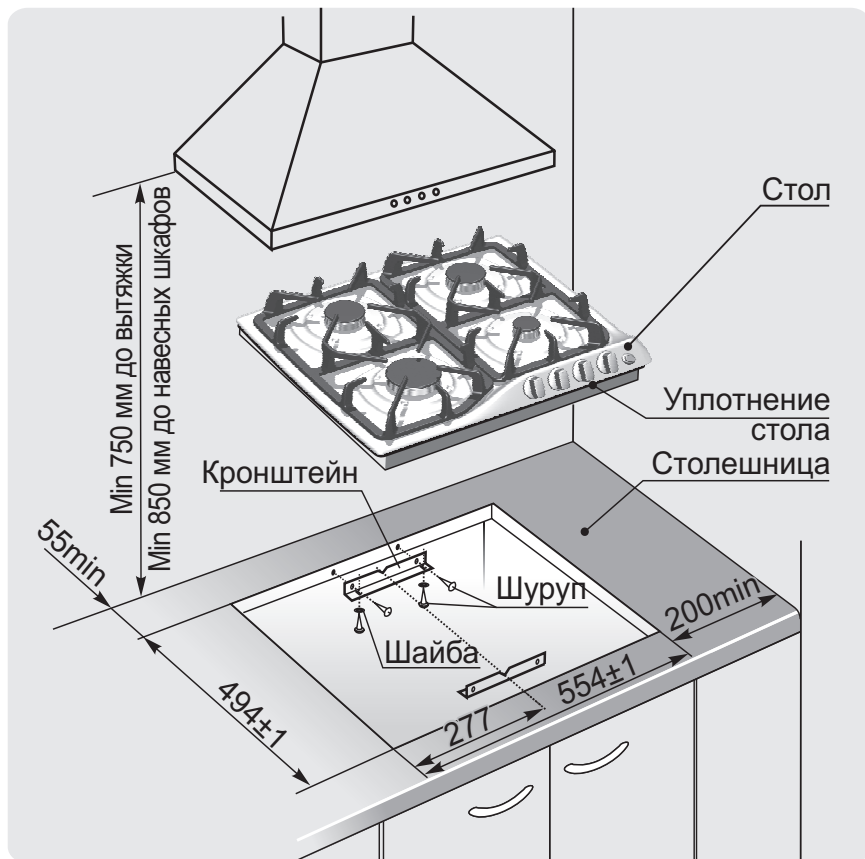

Рис.3
1. Точно разметить на столешнице контур проема под встраиваемый стол в соответствии с рис. 3, 4.